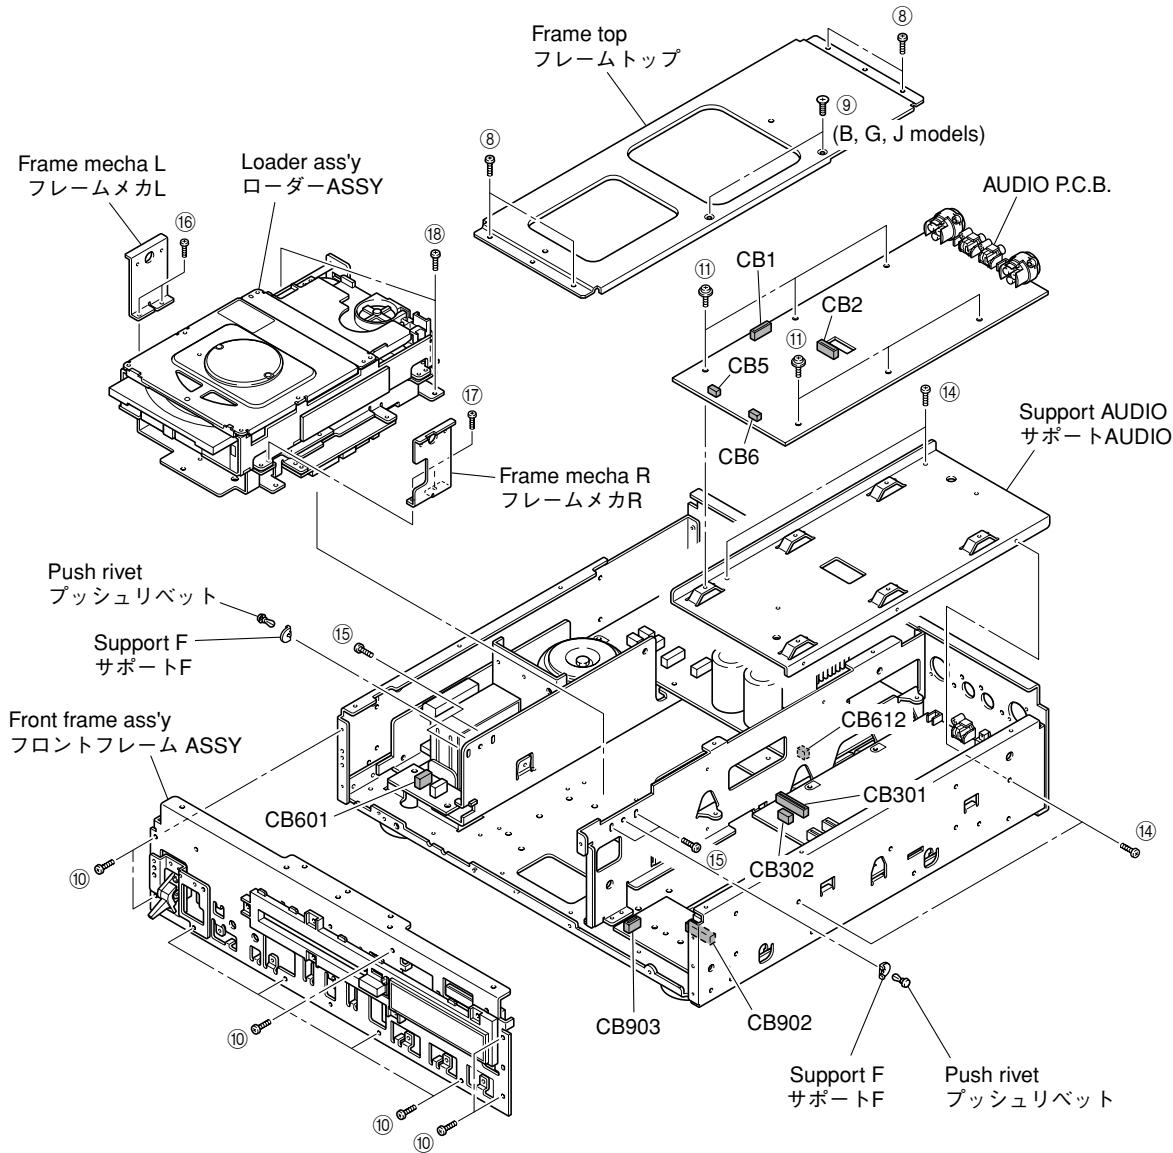

Fig. 4
- Remove 4 screws (⑧), 2 screws (⑨) (B, G models) and then remove the frame top. (Fig. 4)
- Remove 9 screws (⑩). (Fig. 4)
- Remove CB601 and CB902. (Fig. 4)
- Remove the front frame ass'y. (Fig. 4)
- Remove 6 screws (⑪). (Fig. 4)
- Remove CB1-2 and CB5-6. (Fig. 4)
- Lift the front of AUDIO P.C.B. and then remove it. (Fig. 4)
- ⑧のネジ4本、⑨のネジ2本を取り外します。 (Fig. 4)
- ⑩のネジ9本を取り外します。 (Fig. 4)
- CB601、CB902を取り外します。 (Fig. 4)
- フロントフレームASSYを取り外します。 (Fig. 4)
- ⑪のネジ6本を取り外します。 (Fig. 4)
- CB1-2、CB5-6を取り外します。 (Fig. 4)
- AUDIO P.C.B.の前方を持ち上げ、取り外します。 (Fig. 4)
- Remove 4 screws (⑯) and then remove the support audio. (Fig. 4)
- Remove CB301-302, CB612 and CB903. (Fig. 4)
- Remove 4 screws (⑰). (Fig. 4)
- Remove push rivet and then remove the support F. (Fig. 4)
- Remove 2 screws (⑯) and then the frame mecha L. (Fig. 4)
- Remove 2 screws (⑰) and then remove the frame mecha R. (Fig. 4)
- Remove 2 screws (⑯) and then remove the loader ass'y. (Fig. 4)
- ⑯のネジ4本を外し、サポートAUDIOを取り外します。 (Fig. 4)
- CB301-302, CB612, CB903を外します。 (Fig. 4)
- ⑰のネジ4本を外します。 (Fig. 4)
- ブッシュリベットを外し、サポートFを取り外します。 (Fig. 4)
- ⑯のネジ2本を外し、フレームメカLを取り外します。 (Fig. 4)
- ⑰のネジ2本を外し、フレームメカRを取り外します。 (Fig. 4)
- ⑯のネジ2本を外し、ローダーASSYを取り外します。 (Fig. 4)